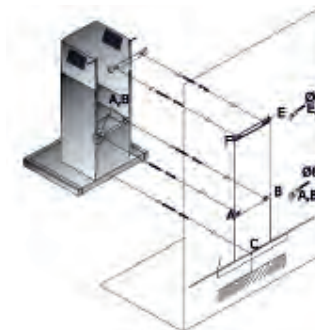

Рис. 21
2. Приложите монтажный шаблон (если он есть в комплекте) к стене на нужной высоте с учетом минимального расстояния от варочной поверхности и выровняйте его по уровню. Наметьте точки (A, B, C, D) на стене и просверлите в них отверстия диаметром 8 мм. Наметьте и просверлите отверстия диаметром 6 мм для монтажа планки крепления декоративного короба (E, F) (Рис.21) (в зависимости от модели вытяжки).